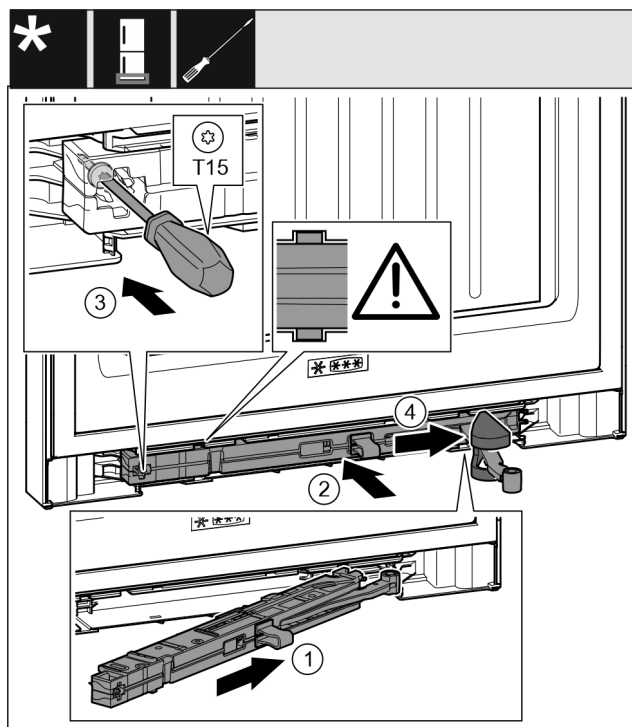

Fig. 48
- ▶ Jednotku tlumiče zavírání Fig. 48 (1) na straně stojanu ložiska zasuňte až na doraz šikmo do vybrání.
- ▶ Jednotku tlumiče zavírání Fig. 48 (2) zcela zasuňte do výklenku.
- ▶ Šroubovákem šroub Fig. 48 (3) pevně utáhněte.
- ▶ Posuňte kryt Fig. 48 (4) přes kloub.